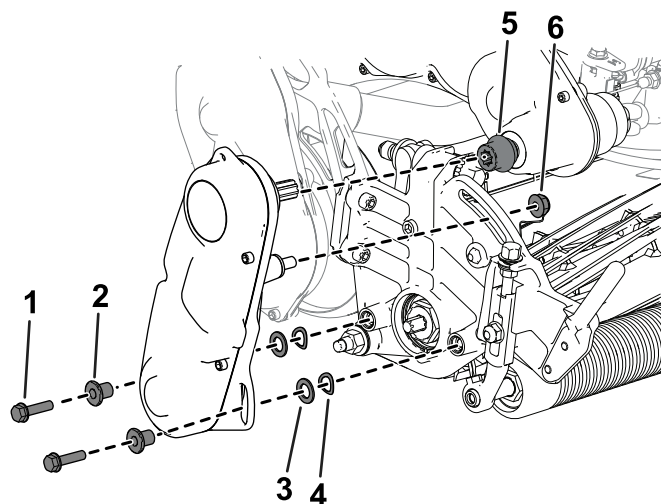

図 45
6. 先ほど外したソケットヘッドねじ、ワッシャ、スペーサを使ってリール駆動アセンブリをサイドプレートに元通りに取り付ける **図 45**。
リール駆動アセンブリの駆動シャフトをトランスミッションの駆動シャフトのカップラに忘れずに取り付ける **図 45**。